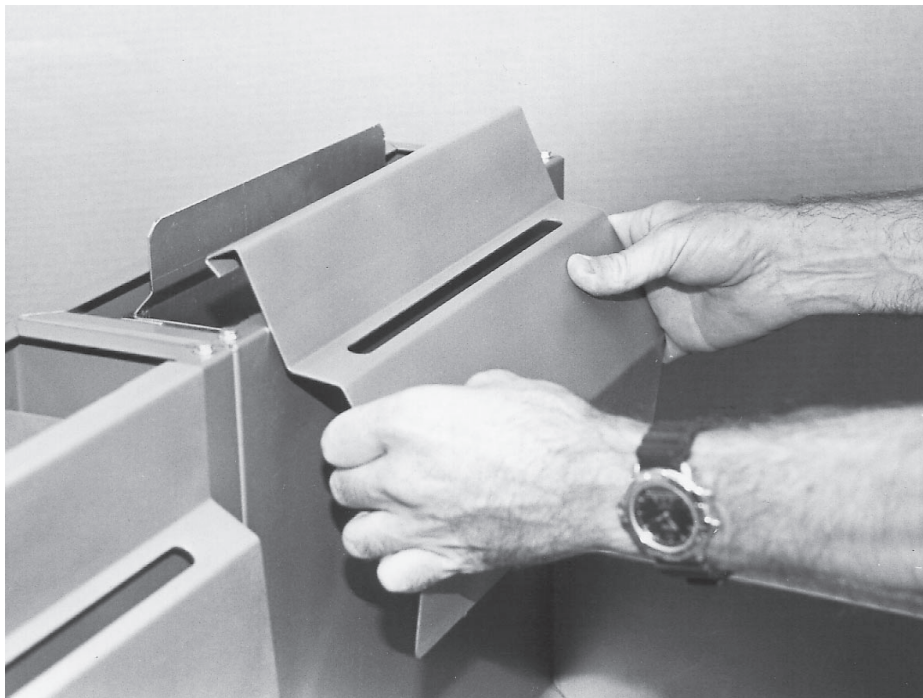

Fig. 68
2. Remove basket hanger. (Fig. 68)